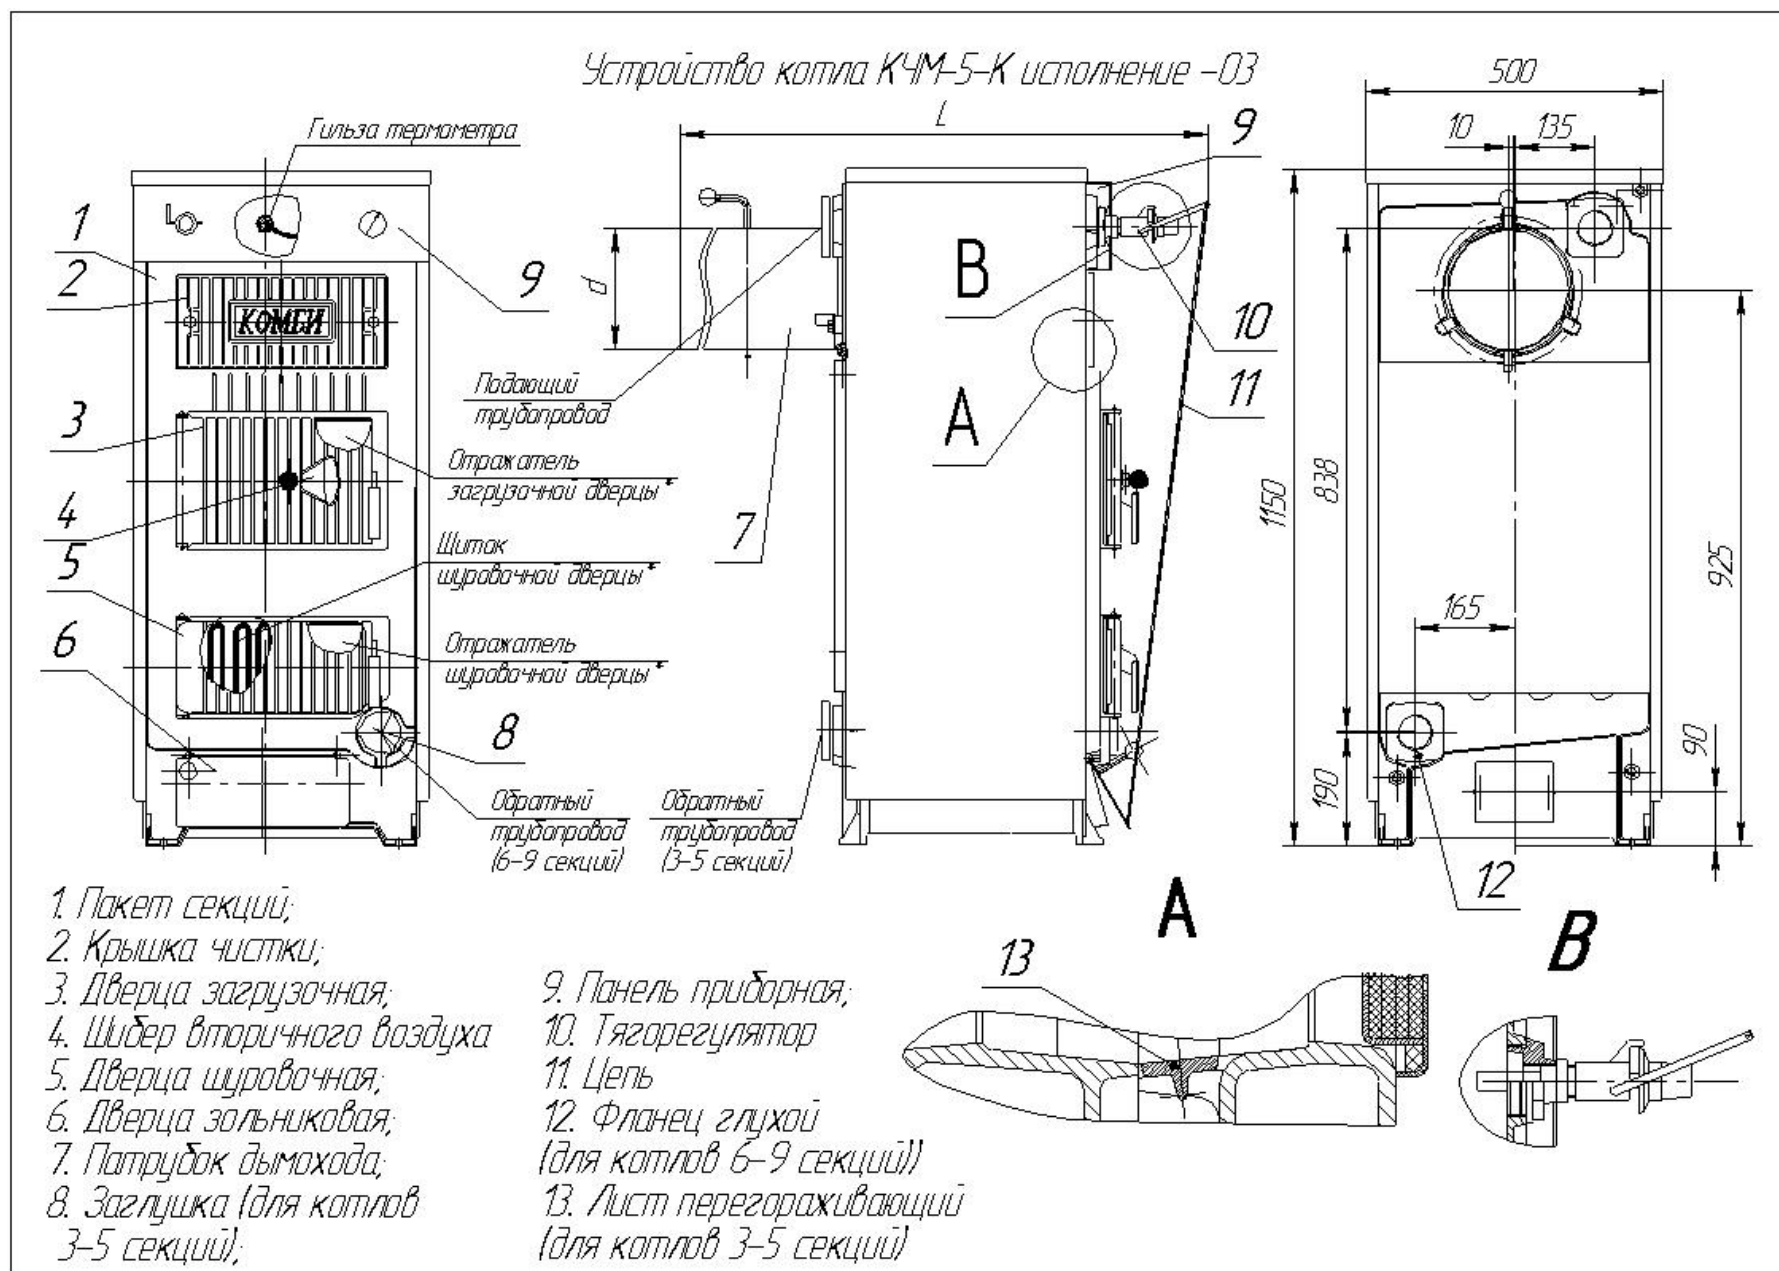

Рис. 3.1
- М - *модернизированные котлы в отличии от обычного исполнения (см. рис. 3.1 и 3.1а) имеют: увеличенную загрузочную дверцу (см. рис. 3.1а); зольниковый ящик; повышенную газоплотность; М - общую (см. рис. 3.1а) или М1 - раздельную (см. рис. 3.1) шуровочную и зольниковую дверцы.*
3.1 Устройство котла для сжигания твёрдого топлива приведено на рис.3.1; 3.1a и 3.2.
Рис. 3.1а